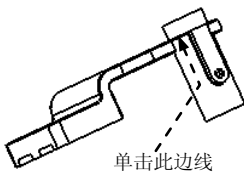

图 11.2.18 选取参考
Step2. 在视图工具栏中  的下拉菜单中选中  平面显示 复选框，显示基准平面。选取基准平面 DTM9，找到一个合适的位置放置辅助视图。选取辅助视图并右击，从系统弹出的快捷菜单中选择 属性 (R) 命令；在系统弹出的“绘图视图”对话框的 类别 区域中选择 对齐 选项；取消选中 视图对齐选项 选中的 ☐ 将此视图与其他视图对齐 复选框，然后单击 应用 按钮。
(1) 在“绘图视图”对话框中选取 类别 区域中的 可见区域 选项，在 视图可见性 下拉列表中选择 局部视图 选项。
(2) 绘制局部视图的边界线。
① 在系统  选择新的参考点。单击“确定”完成。的提示下，单击图 11.2.18 所示的边线。